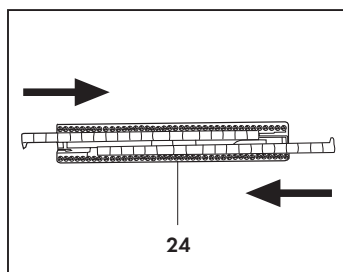

Abb. 9
Zur Montage der Borstenleiste (24) für Teppichböden und Teppiche, die steifen Bürsten mit nach innen gerichteten Läppchen in die dazu bestimmten Führungen schieben (Abb. 9).